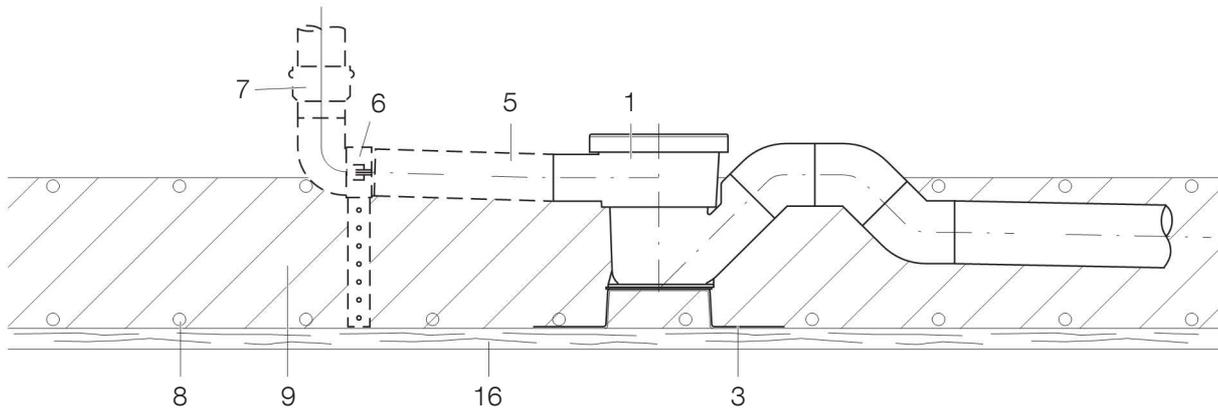

Bild 518: Einbau in Betondecke, auf Schalung montiert
**Legende zu Bild 518 und 519:**